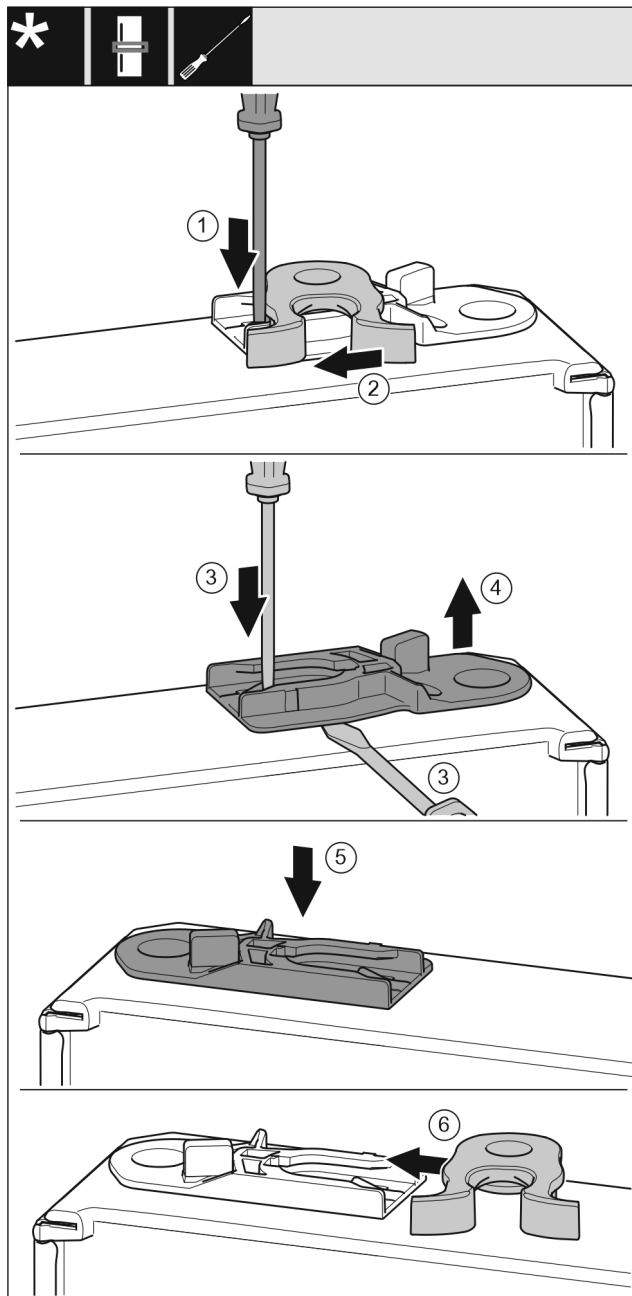

Fig. 28
- ▶ Plochým šroubovákem přitlačte lamelu dolů. Fig. 28 (1)
- ▶ Vytáhněte petlici z vedení. Fig. 28 (2)
- ▶ Vytáhněte vodící pouzdro: Stiskněte lamelu plochým šroubovákem a současně jím zajedťte pod vodící pouzdro. Fig. 28 (3, 4)
- ▶ Vodící pouzdro, které je součástí rozsahu dodávky nasuňte na druhé straně skříně. Fig. 28 (5)
- ▶ Zasuňte petlici do vedení. Fig. 28 (6)